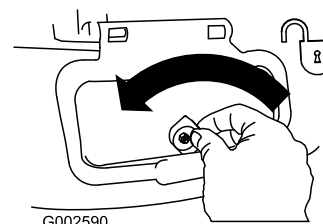

Bild 32
1. Entriegeln Sie die Seitenauswurfür (Bild 32).